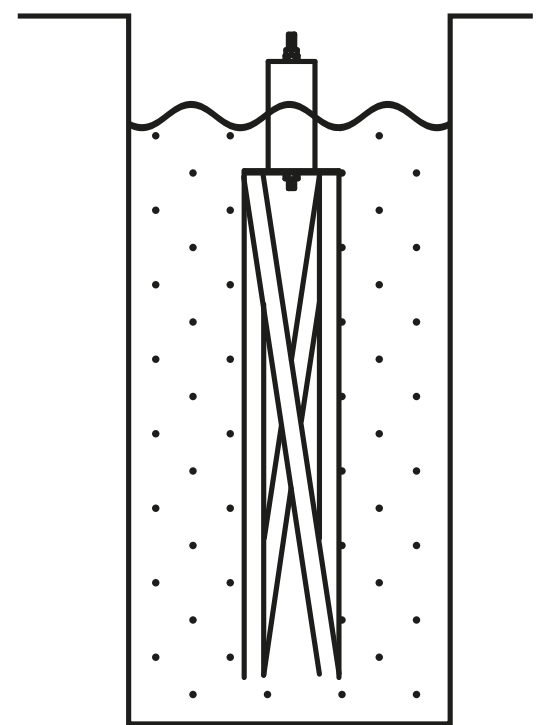

Figura 1.
2.3 Rellena hasta que se tape la mitad del filtro. *Figura 1.*